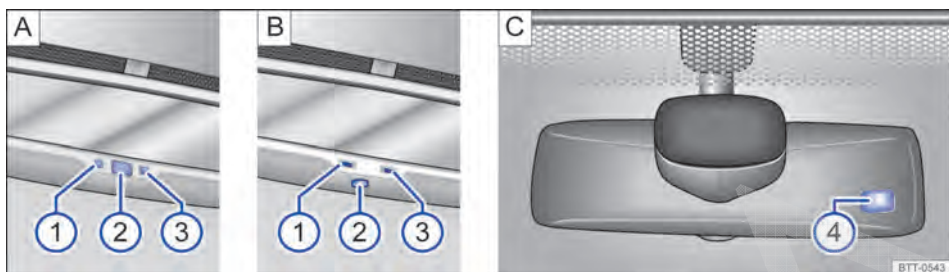

Fig. 108 No para-brisa: espelho retrovisor interno com antiofuscante automático.
Legenda para Fig. 108:
- ① Luz de controle.
- ② Interruptor.
- ③ Sensor para reconhecer a incidência de luz por trás.
- ④ Sensor para reconhecer a incidência de luz pela frente.
O antiofuscamento automático pode ser ligado e desligado com o interruptor no espelho retrovisor interno ⇒ Fig. 108 A ② ou ⇒ Fig. 108 B ②. Com o antiofuscamento automático ligado, a luz de controle ⇒ Fig. 108 A ① ou ⇒ Fig. 108 B ① se acende.